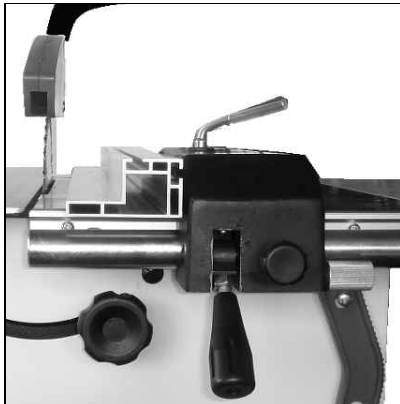

Fig 18
-Das Schneiden von schmalen Werkstücken (Breite unter 120mm) nur mit flachgelegter Anschlagsschiene vornehmen (Fig 18).